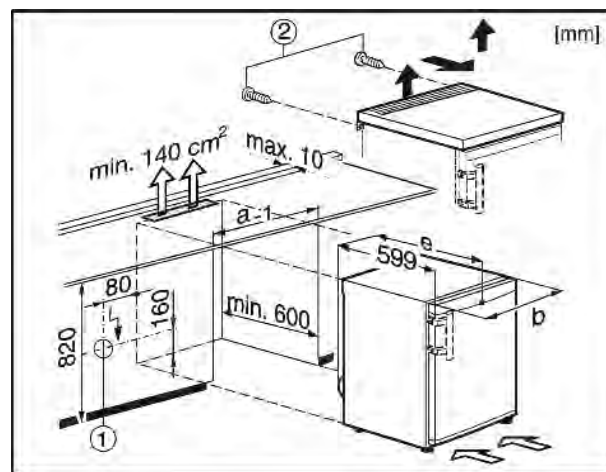

Fig. 9
Розетка Fig. 9 (1) при этом должна располагаться не у задней стенки устройства и быть легко доступна.
- ▶ Удалите болты Fig. 9 (2) на задней стенке.